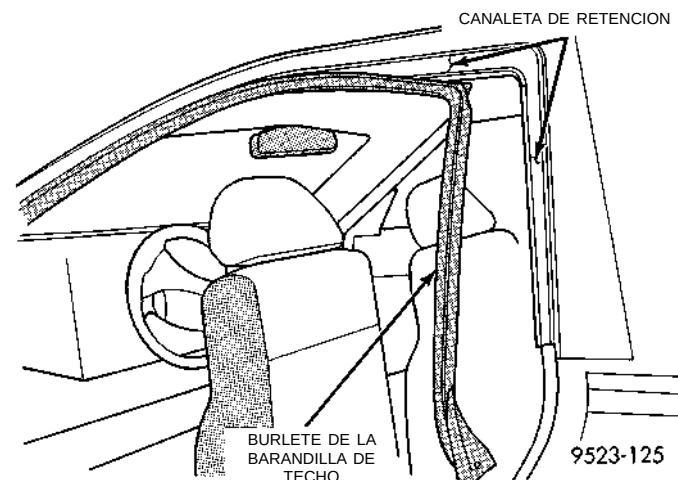

Fig. 39 Burlete de la barandilla de techo
- (1) Con una herramienta de tipo horquilla C-4829, desacople los sujetadores de presión que fijan la parte inferior del burlete al parante B.
- (2) Desacople los sujetadores de presión que fijan la parte inferior del burlete al parante A (Fig. 39).
- (3) Extraiga el burlete de la barandilla de techo de la canaleta de retención.